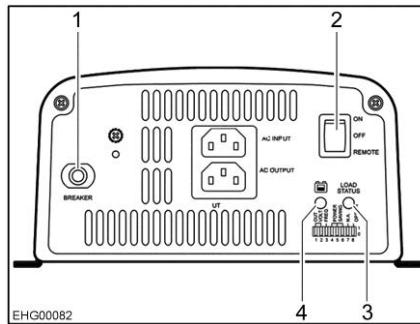

Fig. 135 Invertitore (rappresentazione di esempio)
- Posizionare l'interruttore principale (Fig. 135,2) su "ON". Il LED campo tensione di entrata (Fig. 135,3) si illumina di verde.
- Posizionare l'interruttore principale (Fig. 135,2) su "REMOTE". Il comando tramite interruttore di telecomando è abilitato.
- Posizionare l'interruttore principale (Fig. 135,2) su "OFF". Il LED campo tensione di entrata (Fig. 135,3) si spegne.